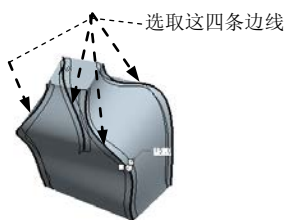

图 4.4.22 侧面圆角
(1) 单击 **模型** 功能选项卡 **工程** 区域中的 按钮。
(2) 选取图 4.4.22 所示的四条边线, 圆角半径值为 15.0。